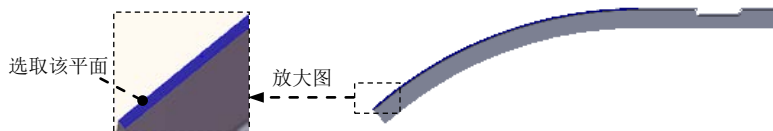

图 14.2.20 定义镜像基准面
(1) 选择命令。选择下拉菜单 **插入(I)** → **阵列/镜向(E)** → **镜向(M)...** 命令。
(2) 定义镜像基准面。选取图 14.2.20 所示的面作为镜像基准面。
(3) 定义镜像对象。选择整个模型实体作为镜像 1 的对象。
(4) 单击  按钮，完成镜像 1 的创建。